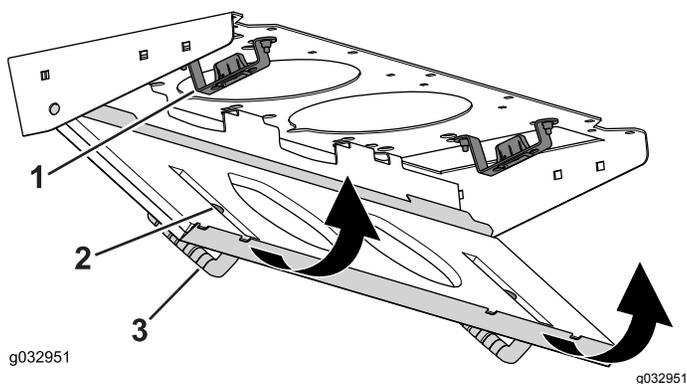

Рисунок 94
- Поверните сетчатый фильтр вокруг монтажных лепестков так, чтобы защелка зафиксировалась в креплении защелки в сборе (Рисунок 94).